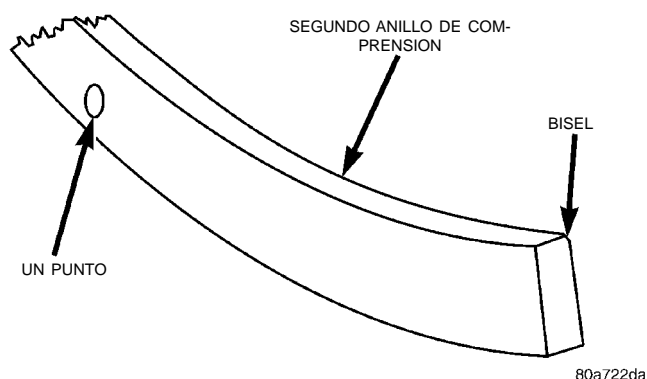
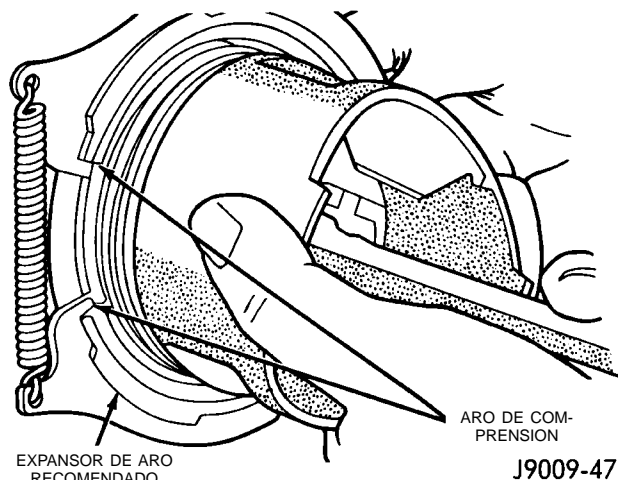

Fig. 11 Identificación de anillo de compresión
Fig. 13 Instalación del aro de compresión
(7) El segundo aro de compresión tiene un biselado en la parte inferior del borde interior y un punto sobre la cara superior para su correcta instalación (Fig. 11).
(8) Con un instalador de aros, instale el segundo aro de compresión con el punto hacia arriba (Fig. 11) y (Fig. 13).
(9) Con un instalador de aro, instale el aro de compresión superior (cualquiera de los dos lados hacia arriba) con el punto mirando hacia arriba.